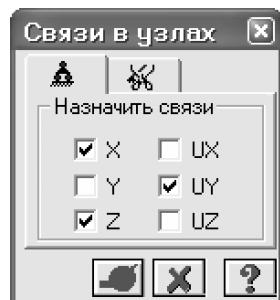

Рис.1.7. Диалоговое окно
- С помощью пункта меню **Схема** ⇒ **Связи** (кнопка  на панели инструментов) вызовите диалоговое окно **Связи в узлах** (рис.1.7).